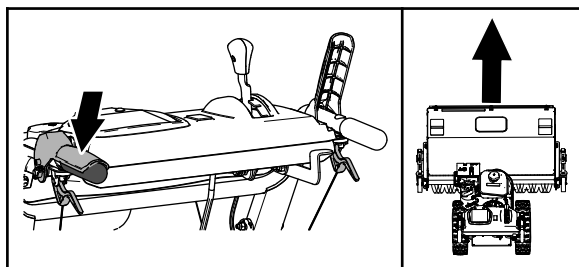

Bild 15
- Um geradeaus zu fahren, drücken Sie den Fahrtriebshebel, aber nicht die Radkupplungshebel (Bild 15).